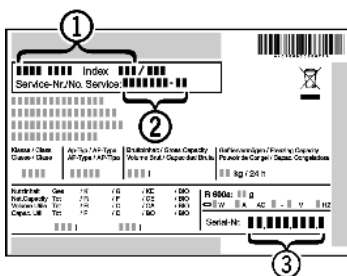

Fig. 9
- ▶ Apparaataanduiding *Fig. 9 (1)*, service-nr. *Fig. 9 (2)* en serie-nr. *Fig. 9 (3)* van het typeplaatje aflezen. Het typeplaatje bevindt zich aan de linkerkant binnen in het apparaat.
- ▶ Contact opnemen met de Technische Dienst en het probleem, apparaataanduiding *Fig. 9 (1)*, service-nr. *Fig. 9 (2)* en serie-nr. *Fig. 9 (3)* mededelen.